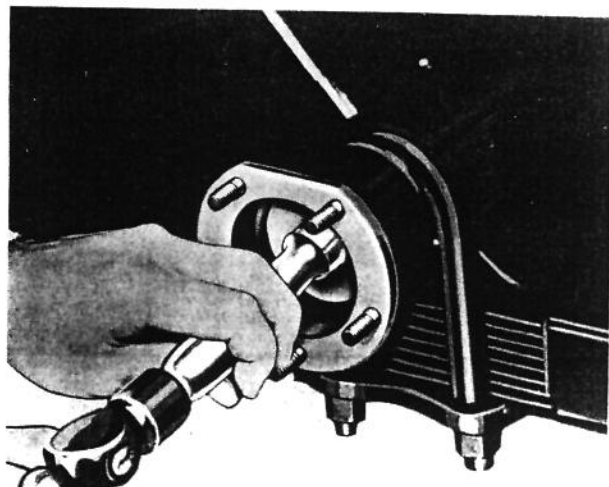

Fig. 179
- o vedador (retentor) interno com a ferramenta W-186 (veja a fig. 179)